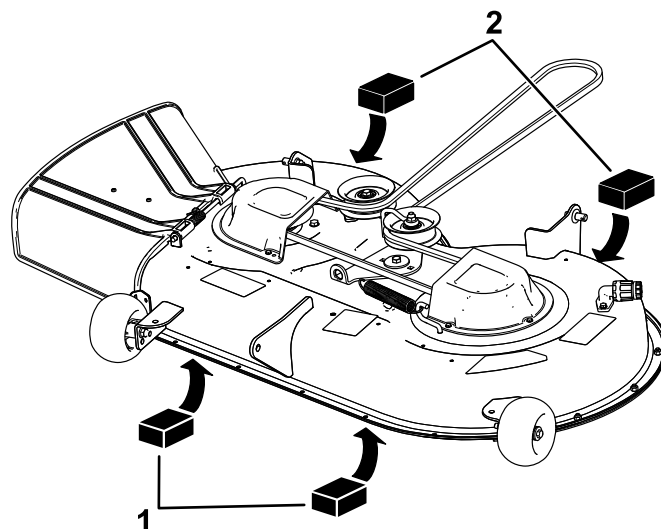

Figure 68
4. Placez 2 cales de 6,6 cm d'épaisseur chacune sous chaque côté du bord avant du plateau de coupe, mais pas sous les supports des galets anti-scalp (Figure 68).
5. Placez deux cales de 7,3 cm d'épaisseur chacune sous le bord arrière de la jupe du plateau de coupe, une de chaque côté (Figure 68).